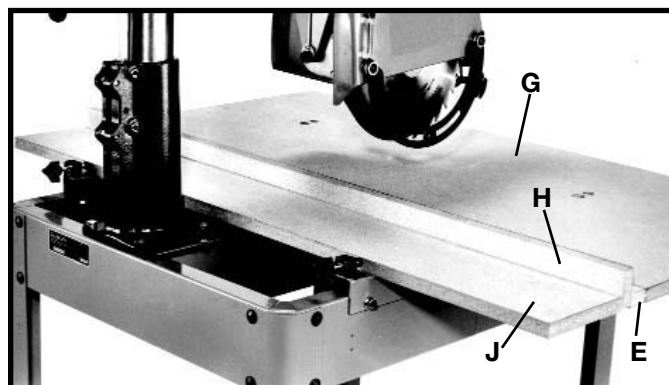

Fig. 31
3. Coloque la tabla de 1-1/4 pulg. de ancho (E) Fig. 31 contra la tabla de mesa delantera (G), la tabla de 1-3/4 pulg. de ancho (H) en posición vertical contra la tabla de 1-1/4 pulg., y la tabla de 5-3/4 pulg. de ancho (J) contra la tabla de 1-3/4 pulg. de ancho conforme a lo ilustrado. Apriete las perillas (D) hasta que las tablas de mesa estén abrazadas en sus sitios de manera segura.